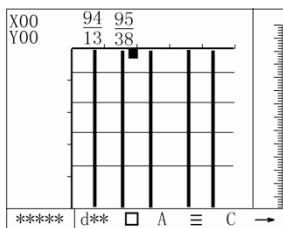

图 3.18 二次扫描
按下【存储】键开始测量，此时界面上出现了光标。扫描操作与一次扫描完全相同，二次扫描完成后如图 3.18 所示。
2) 二次扫描中扫描到钢筋后只显示其坐标, 不再画筋, 如图 3.18 所示。